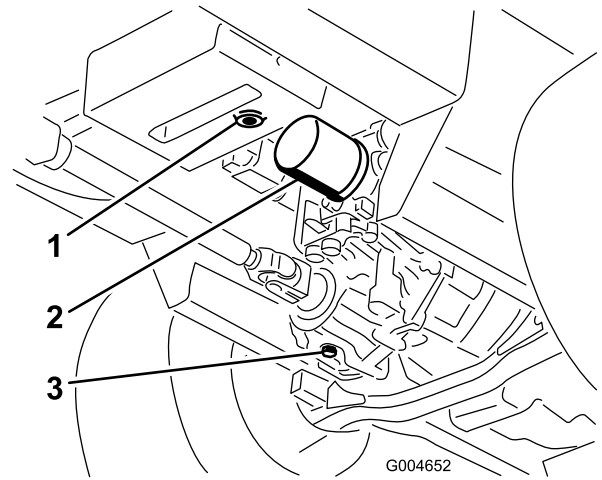

図 71
それぞれのドレンプラグを外してタンク内のオイルを完全に排出、回収する(図 71)。
4. 油圧オイルフィルタの取り付け部周辺をきれいに拭いてフィルタを取り外す(図 71)。